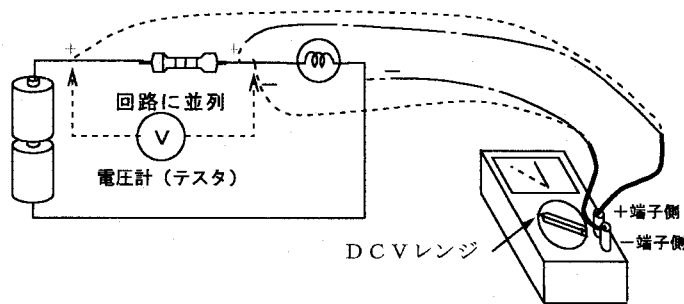

図2-8 直流電圧の測定
* (3) 直流電圧 (DCV) 及び交流電圧 (ACV) の測定 (図2-8)